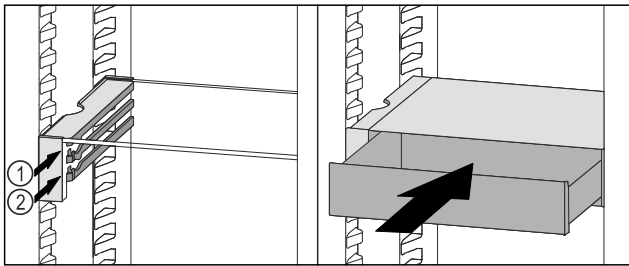

Fig. 128
- VarioSafe-Schubfach hinter den Stoppern auf gewünschter Rippe Fig. 128 (1) oder Fig. 128 (2) aufsetzen.